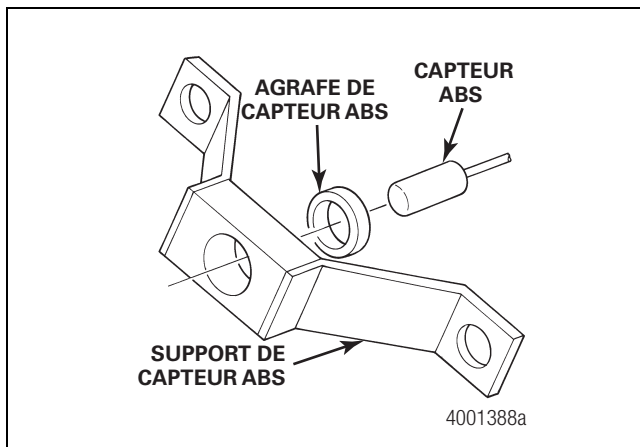

Figure 5.9
2. Assembler à la main l'agrafe et le capteur ABS dans le support ABS. Figure 5.9.